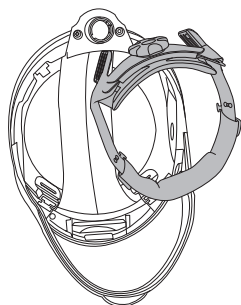

fig.3a
Paso 1: Retire el casco interno completo (Ver fig.3a).